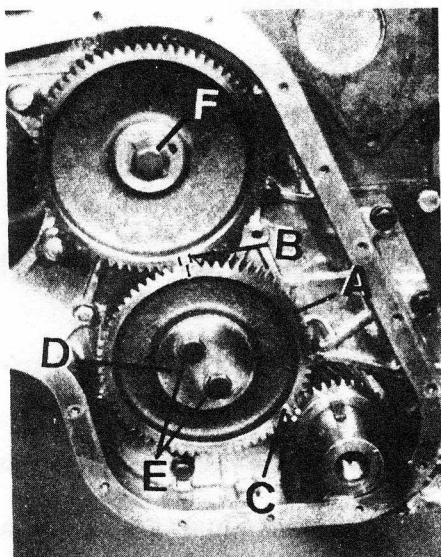

Fig. A3-71 Montaje del engranaje de enlace (sincronizado de marcas)
- 2.7. Montar el engranaje de enlace, A (Fig. A3-71), de forma que los dos dientes de éste marcados con una "raya", queden engranados con el diente del engranaje del árbol de levas marcado también con una "raya" (Ver detalle, B, Fig. A3-71). El diente del engranaje de enlace, A, marcado con un granetazo deberá quedar engranado entre los dos dientes del engranaje del cigueñal marcados también con un granetazo (ver detalle, C, Fig. A3-71).
- 2.9. Situar la placa de retención, D, (Fig. A3-71), con sus dos tornillos de fijación, E, debiendo quedar dicha placa con su canto biselado hacia el exterior. Los tornillos de fijación, E, se apretarán a una tensión de 4,25 mkg.
- 2.10. Apretar definitivamente el tornillo, F (Fig. A3-71) de fijación engranaje - árbol de levas a una tensión de 3,75 á 4,25 mkg. y frenar dicho tornillo.